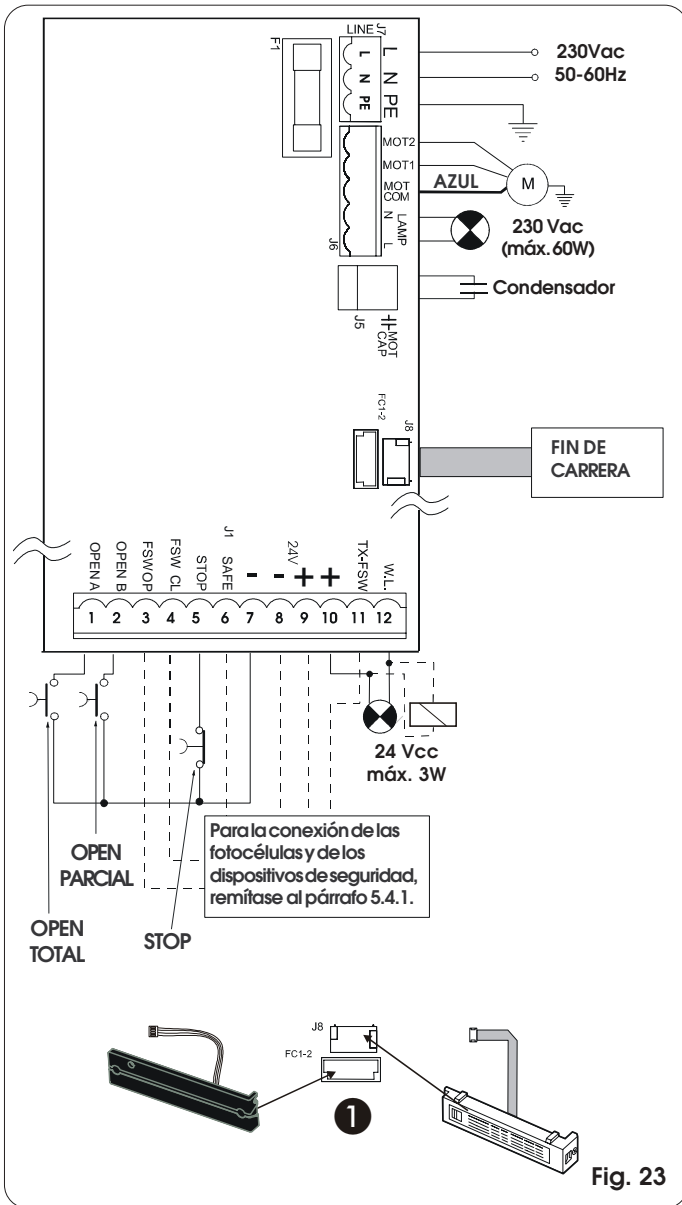

Fig. 23
5.4.2. Regleta de bornes J7 - Alimentación (fig. 23)
5.4.3. Regleta de bornes J6 - Motores y destellador (fig. 23)
5.4.4. Regleta de bornes J1 - Accesorios (fig. 23)
Conector de acoplamiento rápido para la conexión del fin de carrera. Permite conectar al equipo tanto el fin de carrera MLS como el inductivo (fig. 23 ref. ❶).